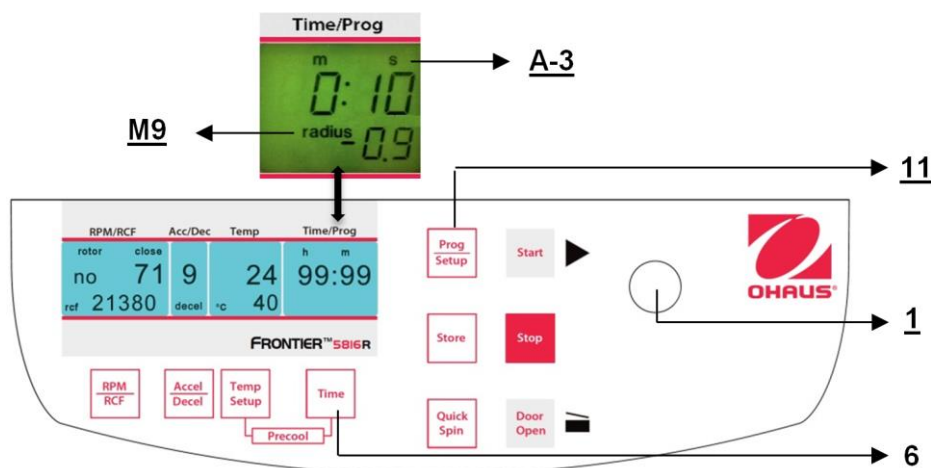

Figura 21
Cierre la tapa, luego presione el botón **"Time"** (6) (vea la Figura 21) y el botón **"Prog/Setup"** (11) al mismo tiempo y manténgalos presionados.